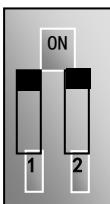

图 4-4
- (5) 对于 E800 系列 30kW 及其以下功率变频器控制端子排附近有一个两位红色拨码开关 SW1，如图 4-4 所示。拨码开关的作用是选择模拟量输入端子 AI2 的电压信号 (0~5V/0~10V) 或电流信号，出厂值默认为电流通道。使用时通过 F203 选择模拟量输入通道。按图示把开关 1 拨到 ON 位置，2 拨到 ON 位置，选择 0~20mA 电流调速。其他拨码开关的位置与调速方式详见下表 4-2。